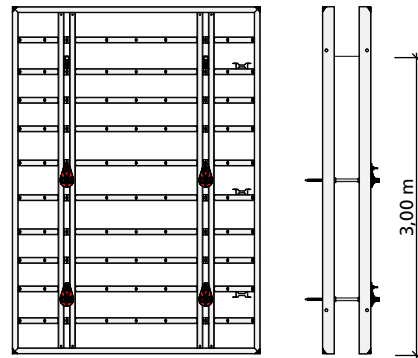

Abb. 68.1
■ Bei Elementen der Höhe 3,50 m kann bis 3,00 m Betonierhöhe auf die oberste Ankerstelle verzichtet werden (Abb. 68.1).